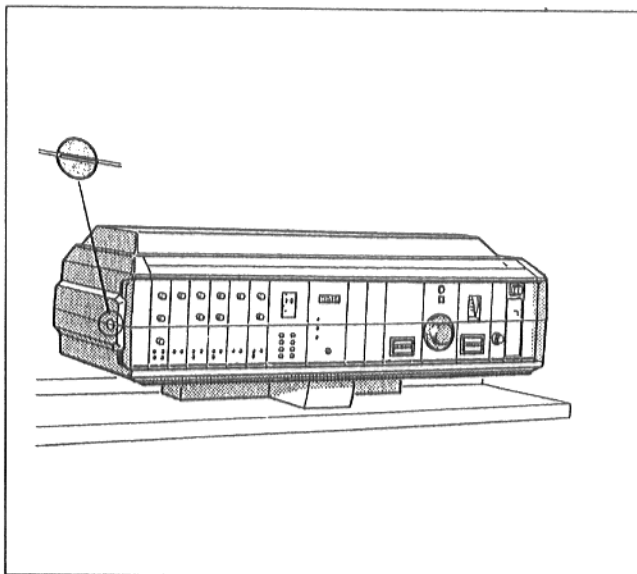

рис. 3
- Шлиц винта прозрачной крышки устройства регулирования (рис. 3) установить в горизонтальное положение (например, с помощью монеты). Снять прозрачную крышку, подав ее по направлению вперед.